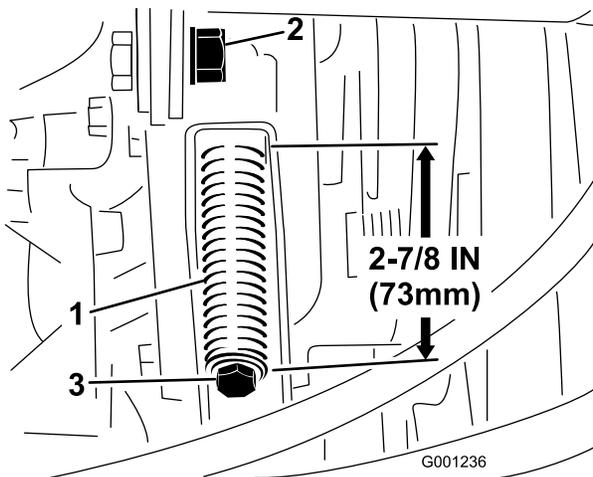

Figure 78
3. Desserrez l'écrou de blocage de la tige de tension (Figure 78).
4. À l'aide d'une clé de 1/2 pouce, serrez ou desserrez le ressort de tension de la courroie (Figure 78) pour obtenir une longueur de 273 mm.
4. À l'aide d'une clé de 1/2 pouce, desserrez complètement le ressort de tension de la courroie (Figure 78).